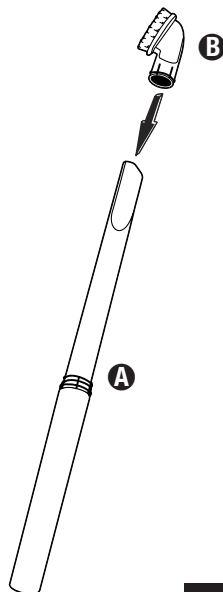

FIG. 11
Step 2: Place desired accessory onto end of hose or wand (FIG. 11).
Étape 2 : Connectez l'accessoire désirée au bout du tuyau ou de la rallonge (FIG. 11).
Paso 2: Coloque el accesorio deseado en el extremo de la manguera o el tubo (FIG. 11).